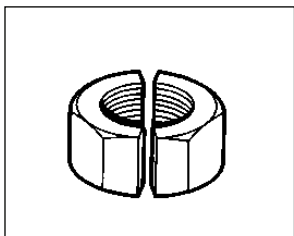

Figura 9: Hacer dos cortes
12. Si es necesario, puede aplicarse un segundo corte, a 180° del primero, cortando la tuerca completamente por la mitad. Véase Figura 9.